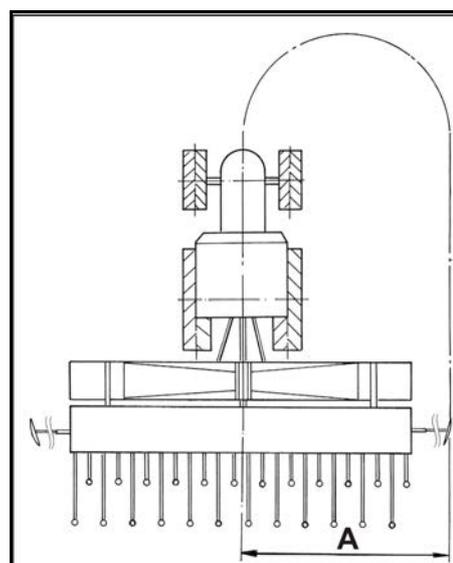

Fig. 109
4. Réglez les traceurs selon la longueur "A" (Fig. 109).
La distance A (Fig. 109) est mesurée